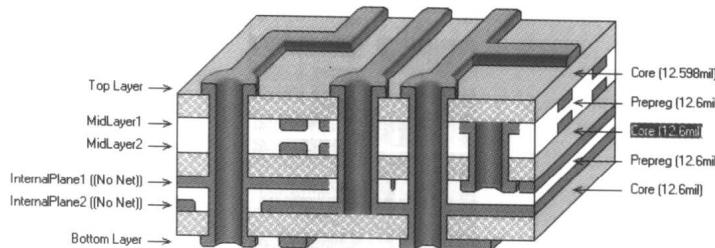

图1-3 多层板示意图
- 多层板【Multilayer Printed Board】：由3层或3层以上的导电图形层与其间的绝缘材料层相隔离、层压后结合而成的印制电路板，其各层间导电图形按要求互连，其示意图如图1-3所示。在电路设计中，多层板一般指的是4层板和4层以上的印制电路板。随着电子技术的飞速发展，芯片的集成度越来越高，多层板的应用也越来越广泛。